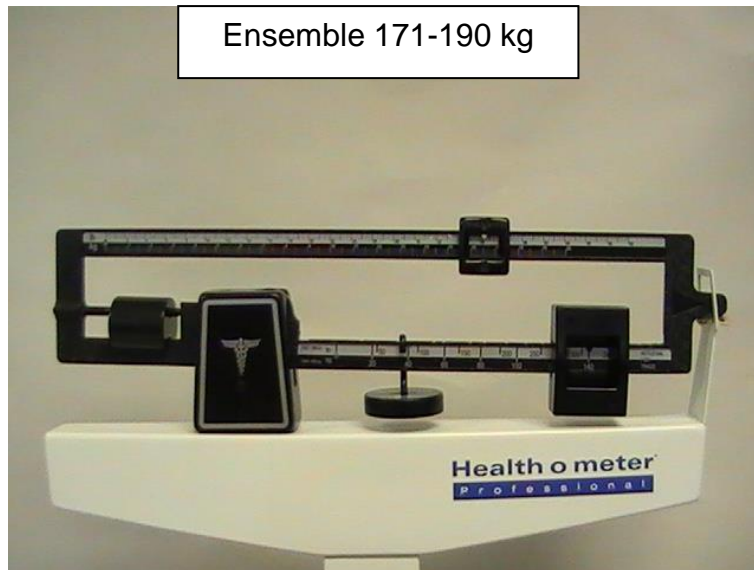

Figure 19
1. Lorsqu'un patient pèse entre 171-190 kg, placez le curseur inférieur à 140 kg. (voir la figure 19 à la page 20)